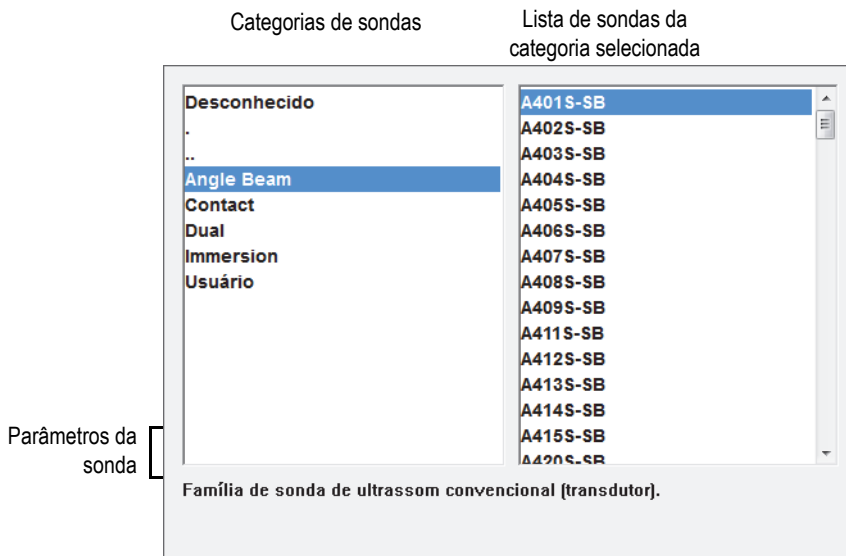

Figura 4-2 Caixa de diálogo para seleção de calço
3. Selecione **Sonda** para selecionar uma sonda na lista predefinida (veja Figura 4-2 na página 110):